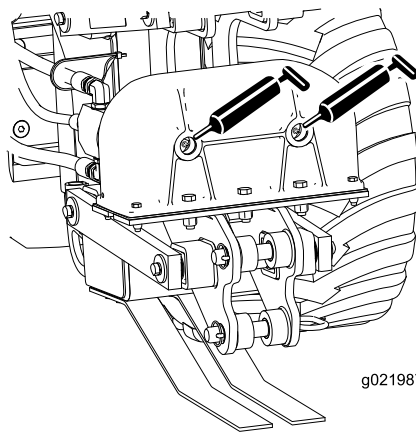
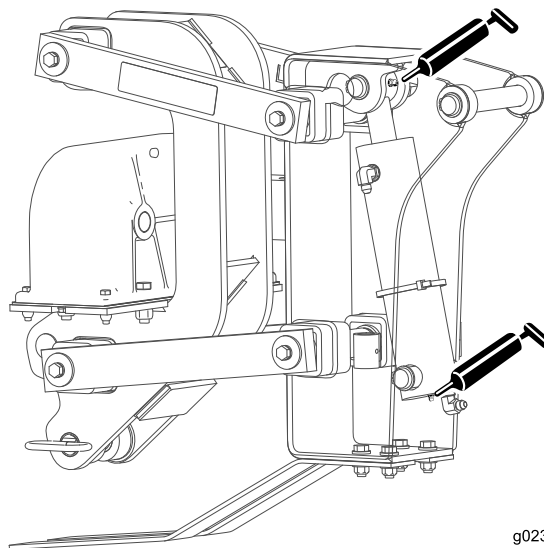

Рисунок 22
Рисунок 23
2. Присоедините к каждой масленке шприц для нагнетания консистентной смазки (Рисунок 22 Рисунок 23 и Рисунок 24).